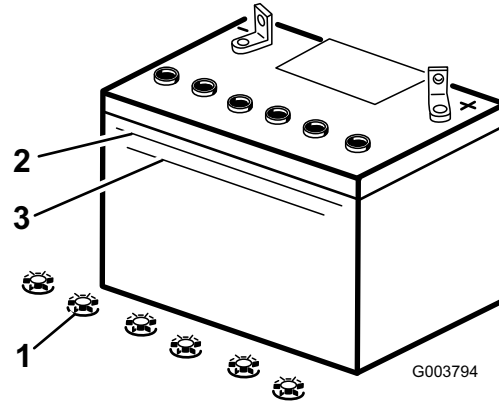

Figure 28
3. Observez le côté de la batterie. Le niveau de l'électrolyte doit atteindre le trait supérieur (Figure 28). Le niveau d'électrolyte ne doit pas descendre au-dessous du trait inférieur (Figure 28).
3. Enlevez les bouchons de remplissage de la batterie (Figure 28).
4. Versez de l'eau distillée avec précaution dans chaque élément jusqu'au repère supérieur (Figure 28) sur le côté de la batterie.
5. Attendez cinq à dix minutes après avoir rempli les éléments. Au besoin, ajoutez de l'eau distillée pour amener le niveau jusqu'au repère supérieur sur le côté de la batterie (Figure 28).